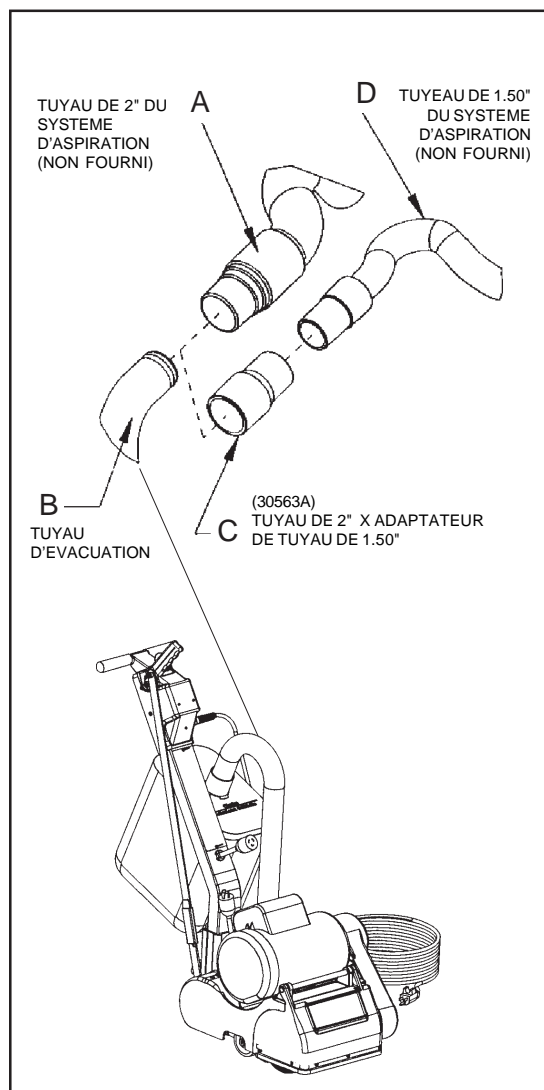

Figure 9
1. Monter l'extrémité de tuyau de 5 cm (figure 9, A) directement sur le tuyau d'évacuation (figure 9, B).
1. Monter l'adaptateur d'extrémité de tuyau (5 x 3,8 cm - Pièce n° 30563A) (figure 9, C) sur le tuyau d'évacuation (figure 9, B).
2. Introduire l'extrémité de tuyau de 3,80 cm (figure 9, D) dans l'adaptateur (figure 9, C).